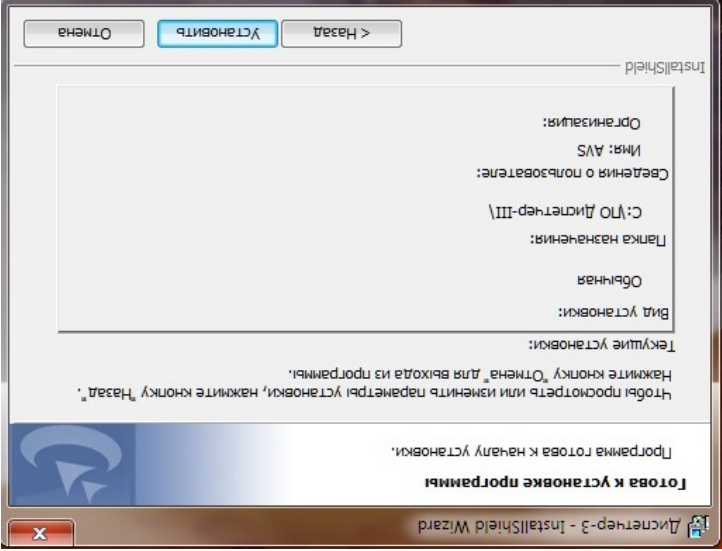

рис. 49
2.26 Программа готова к установке, нажать кнопку «Установить», рис. 49: